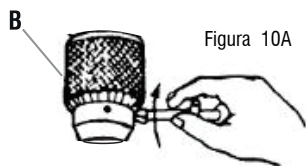

Figura 10A
2. Gire a chave do mandril em sentido anti-horário, até o máximo possível, para abrir completamente as garras do mandril Figura 10A;